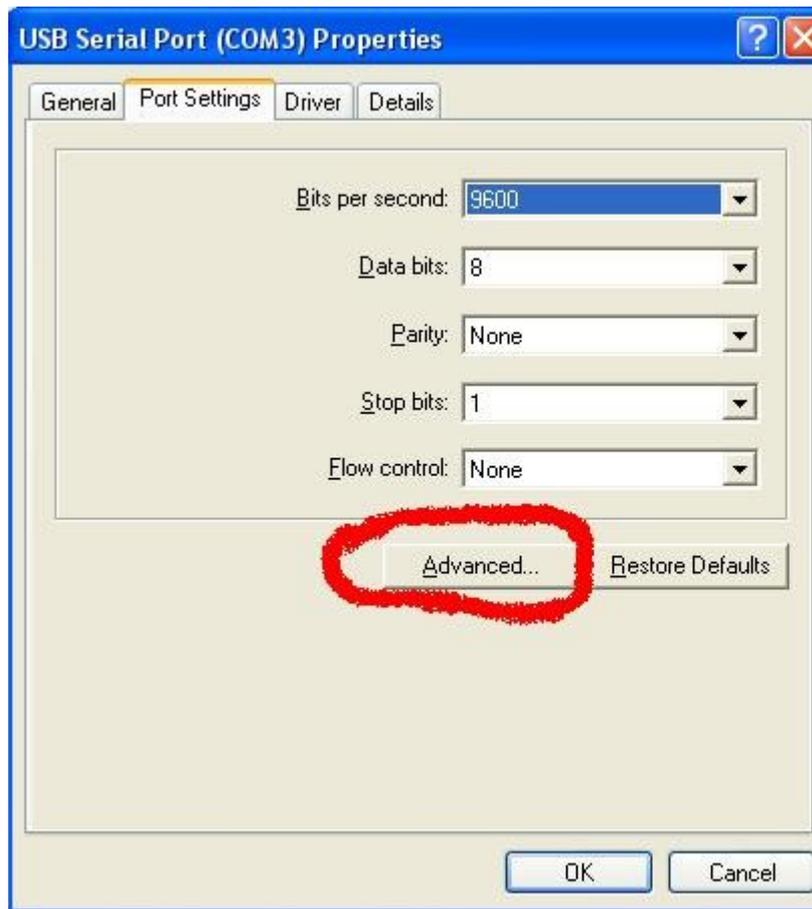

Figura 2
2. Seleccionar o tab “Port Settings” e clicar no botão “Advanced” (ver Figura 2); **Nota:** Deverão manter-se os valores “9600” e “None” nas opções “Bits per second” e “Flow Control”, respectivamente;